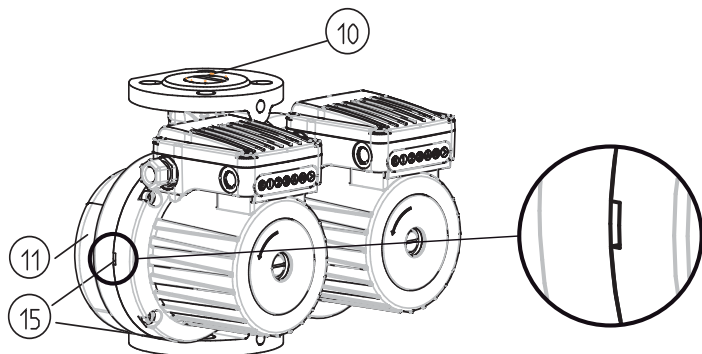

рис.3
- насосы SCRFD-SCRFED имеют сдвоенный гидравлический корпус (рис.3 – ПОЗ.11) со встроенной пластиной клапана (рис.3 – ПОЗ.10), которая самостоятельно поворачивается в зависимости от течения среды одного или другого насоса;